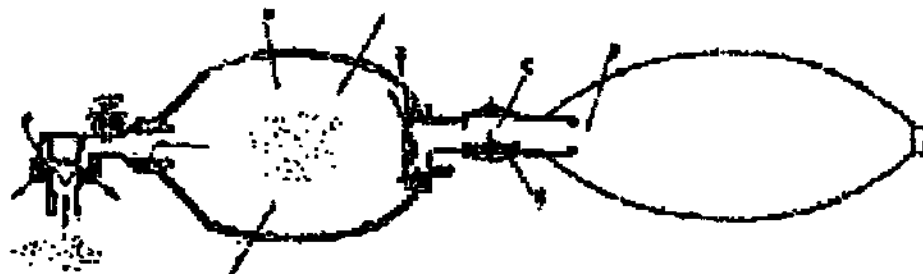

Рисунок 2. Вдох
Газ поступает к пациенту при сдвливании силиконового мешка (см. рисунок 2). Положительное давление внутри мешка, происходящее из-за сжатия газа, закрывает впускной клапан (Е), который расположен в нижней части мешка. Это приводит к тому, что 2 клапана типа "duckbill" (F) перекрывают каналы выдоха (G) блока нереверсивных клапанов. Дальнейшее сжатие мешка проталкивает газ через клапан типа "duckbill" к пациенту. Если используется дополнительный газ, то кислород поступает в резервуар (D) во время сжатия силиконового мешка.